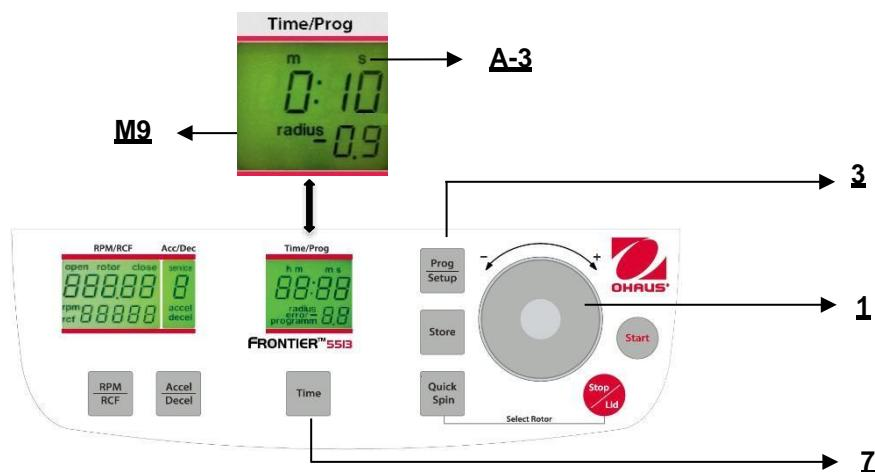

Figure. 18
Fermer le couvercle et maintenir ensuite appuyées les touches "Time" (7) (voir la figure 18) et "Prog/Setup" (3).